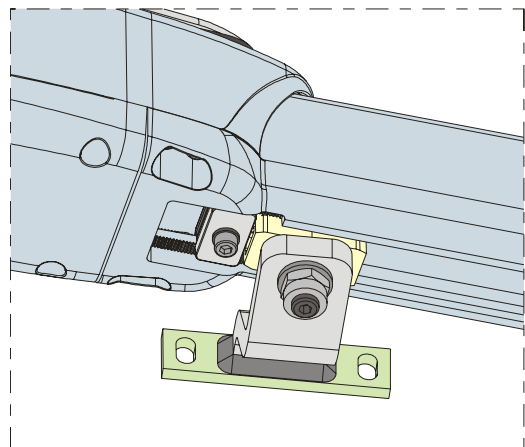

Abb. 18
- 4) Den Anschlag in die Nähe des Anschlusses laut Abb. 18 schieben.